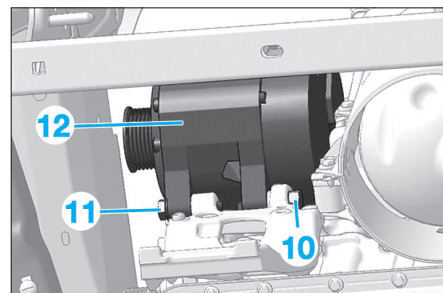

Fig. 20
- Déposer les vis de fixation (7).
- Sans débrancher les canalisations, écarter et brider le compresseur de réfrigération (9).
- Déposer les vis de fixation (10) et (11) (Fig.20).